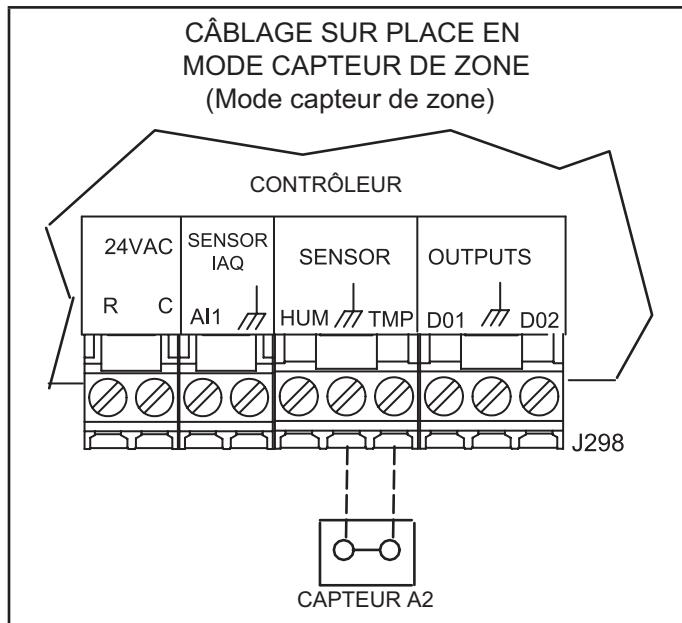
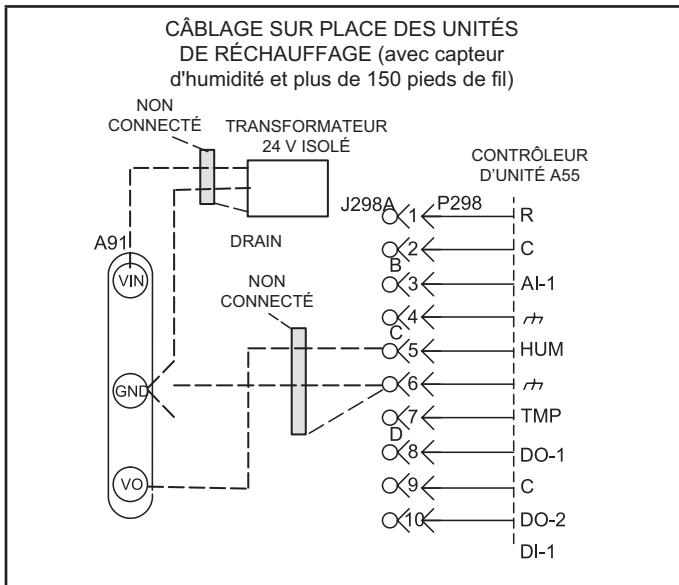

FIGURE 16
FIGURE 19
Le contrôleur de l'unité fera fonctionner le chauffage et la climatisation en fonction des points de consigne internes du contrôleur de l'unité et de la température du capteur de zone A2. Un panneau de contrôle réseau (NCP) optionnel peut également être utilisé pour fournir les points de consigne. Un thermostat ou un capteur de reprise d'air peut être utilisé comme mode de secours. Effectuez les connexions de câblage du capteur de zone comme indiqué à la FIGURE 16.
- Effectuez les connexions électriques comme indiqué à la FIGURE 17 pour le mode thermostat ou à la FIGURE 16 pour le mode capteur de zone. En outre, connectez un capteur d'humidité ou une entrée de déshumidification. Reportez-vous à la FIGURE 18 ou FIGURE 19 pour le câblage du capteur d'humidité ou à la FIGURE 20 pour le câblage de l'entrée de déshumidification.
Utilisez un transformateur 24 VCA local et isolé tel que le Lennox (no. cat. 18M13) (20 VA minimum) pour alimenter le capteur d'humidité relative comme indiqué à la FIGURE 19. Utilisez deux câbles blindés contenant des paires torsadées de 20 AWG minimum avec un blindage global. Belden type 8762 ou 88760 (plenum) ou équivalent.